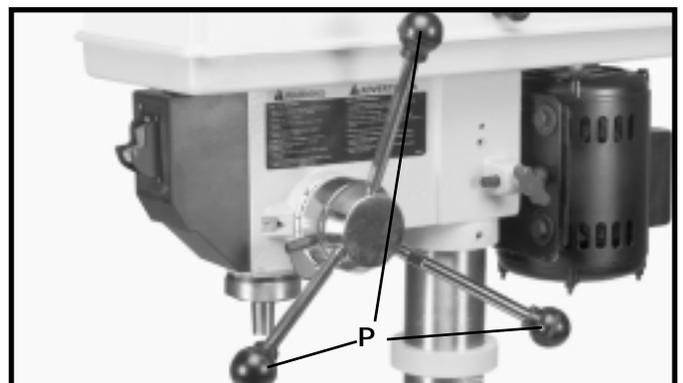

Fig. 14
9. Vissez les trois manettes de l'arbre du pignon (P) fig. 14 dans les trois trous taraudés du moyeu de l'arbre du pignon, comme l'illustre la figure.